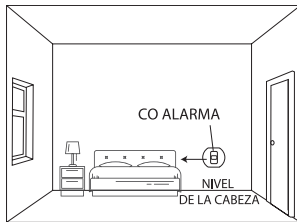

Figura 2: Instalación en un dormitorio u otra habitación sin aparato de combustión (instalado a la altura de la cabeza)
2. Instalar la alarma de CO en un dormitorio o habitación sin aparato de combustión (véase la figura 2):